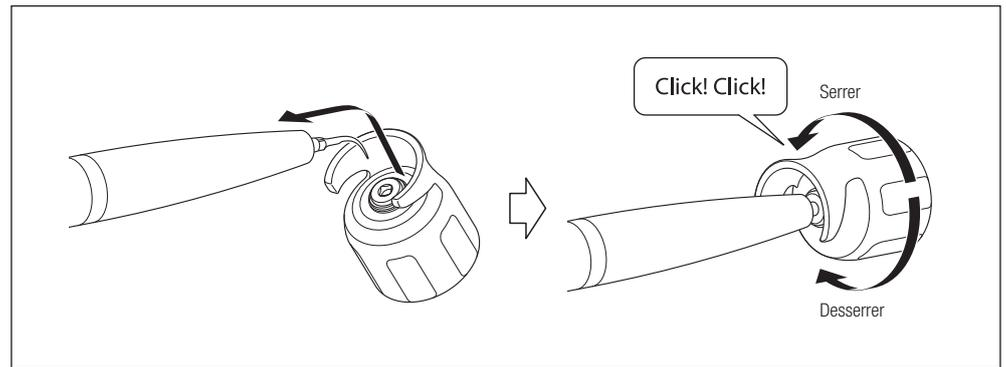

Fig. 16
- 3) Faites coïncider la partie carrée de l'insert avec l'orifice de la clé dynamométrique (CR-10), puis insérez-la dans ce même orifice. Faites tourner la clé jusqu'à entendre un déclic et que toute rotation supplémentaire soit impossible. Durant la procédure, maintenez la pièce à main de manière à éviter que le cordon de la pièce à main ne se torde. Pour retirer l'insert, faites tourner la clé dans le sens de la flèche « Desserrer » (Fig. 16).